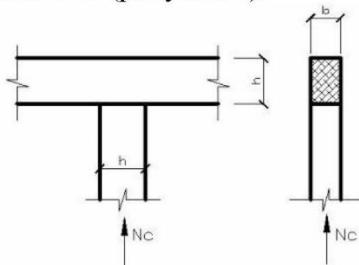

Рисунок 3. Поперечный лобовой упор
4.1 Проверить прочность поперечного лобового упора при смятии балки, опертой на стойку, сечения которых имеют размеры  $b \times h$  (или круглое диаметром  $d$ ). В стойке действует предельная сжимающая сила  $N_c$  (рисунок 3).